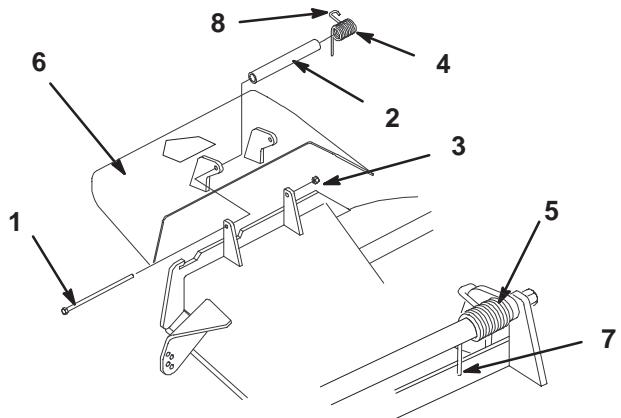

Figure 64
1. Retirez le contre-écrou, le boulon, le ressort et l'entretoise qui fixent le déflecteur aux supports de pivot (Fig. 64). Enlevez le déflecteur s'il est endommagé ou usé.
Remarque : Prenez soin de placer l'extrémité droite du ressort derrière le bord du plateau avant de mettre le boulon en place, comme indiqué à la Figure 64.
3. Remettez le boulon et l'écrou. Accrochez l'extrémité crochue du ressort au déflecteur d'herbe (Fig. 64).